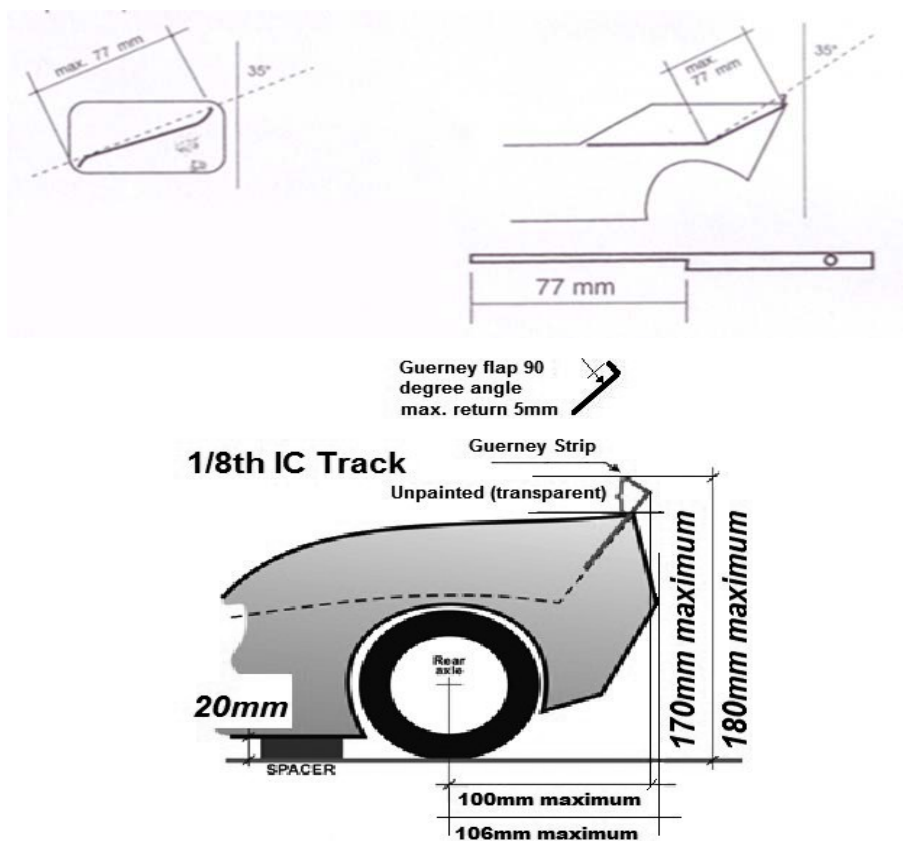

Figura 4: Altezza massima carrozzeria ed alettone
- 4.1.13 ALI E SPOILERS** Solidali con la carrozzeria o separati, essi devono avere, compresa ogni appendice aerodinamica, una inclinazione (rispetto alla verticale al terreno) minima di trentacinque (35°) gradi. Vedi Figura 4 di pagina 22. Se separati essi devono avere una corda non superiore a 77,0 mm. Ogni appendice aerodinamica deve avere una corda non superiore a 77,0 mm. Ogni misurazione che riguardi l'altezza dell'ala deve essere effettuata con l'autotelaio compresso ad una altezza di 20,0 mm dal suolo.